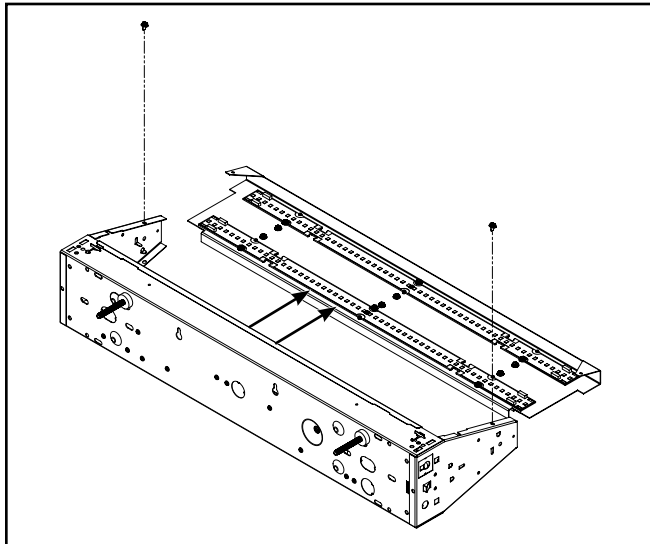

Figura 2. Extracción del conjunto del reflector
1. Retire (2) tornillos (Figura 2).